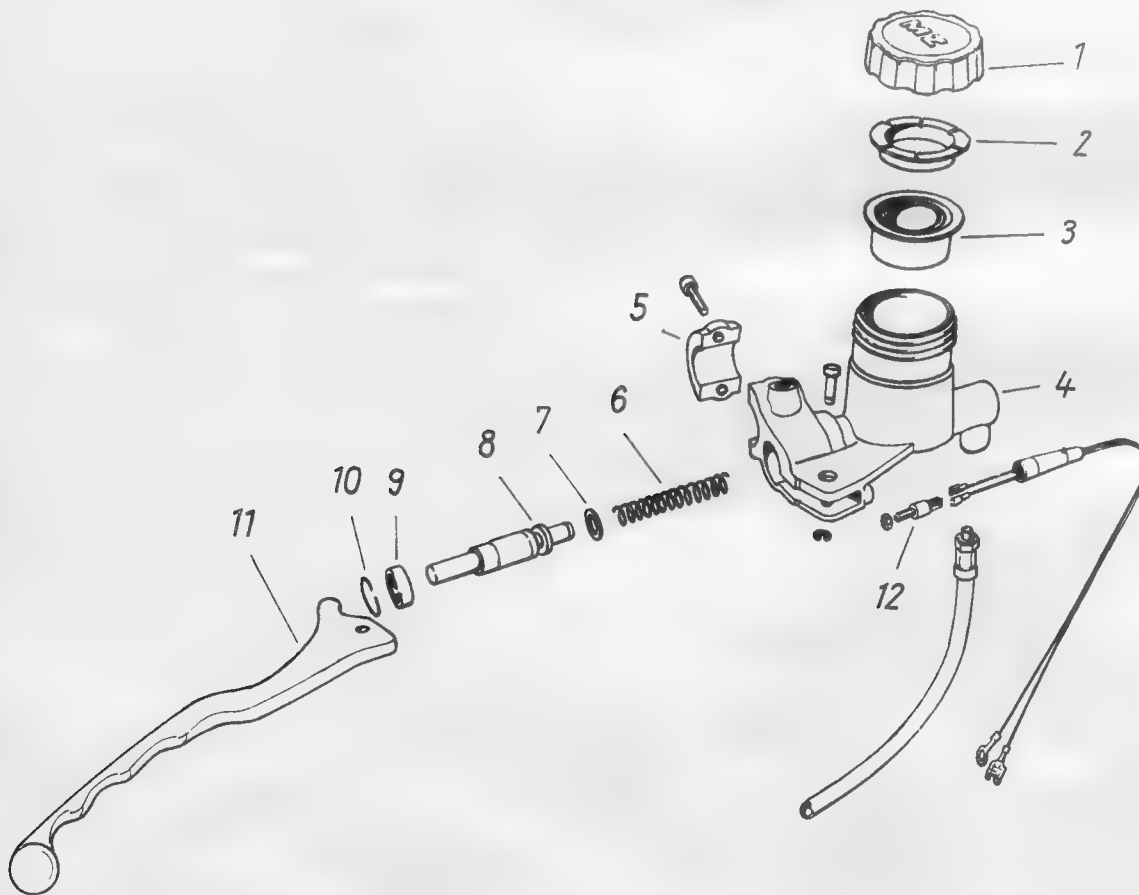
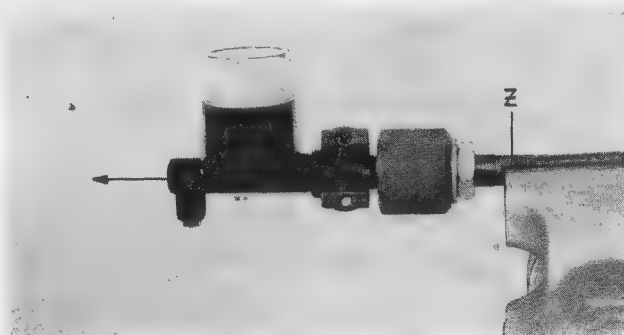

Bild 42. Hauptbremszylinder der MZ-Scheibenbremse
Bild 45. Bremskolben herausziehen
Den Handbremshebel abnehmen. Danach den Sprengring (10 im Bild 42) aus dem Hauptbremszylinder entfernen. Anschließend den Kolbenauszieher in Zahlenreihenfolge (Bild 44) am Bremskolben (1) befestigen. Der Kolbenauszieher wird sodann am Zweikant (Z im Bild 45) in einen Schraubstock gespannt und der Bremskolben durch Ziehen am Hauptbremszylinder herausgezogen.
Riefen in den Gleitbahnen von Zylinder und Bremskolben bedingen den Austausch des kompletten Hauptbremszylinders. Sind nur die Dichtringe defekt, kann der Hauptbremszylinder unter Verwendung eines Satzes neuer Dichtringe wieder zusammengebaut werden. Peinlichste Sauberkeit ist Voraussetzung. Alle Gleitflächen und Dichtungen mit Bremsflüssigkeit benetzen und gemäß Bild 42 die Teile montieren.